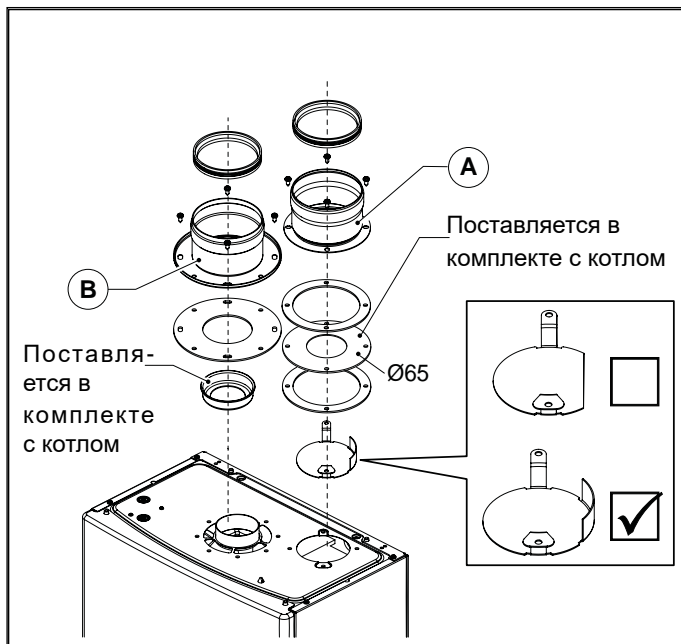

Рис. 10 ØSDOPPIA13
- Смонтируйте соответствующий дефлектор воздуха (смотри Рис. 10 0SDOPPIA13).